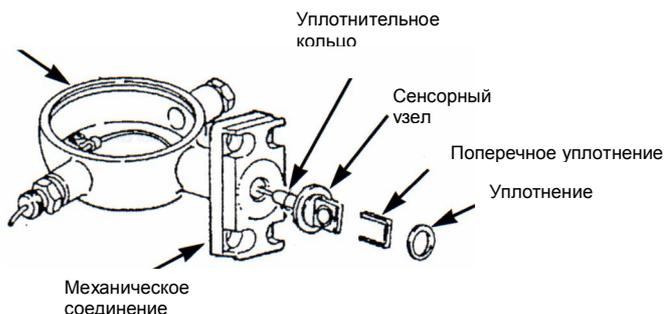

Рисунок 37. Конструкция сенсора / механический разъем / переходная коробка
- Осторожно протолкнуть провод сенсора через отверстие в соединительной муфте и плавно потянуть из переходной коробк настолько, чтобы сенсор коснулся фланца разъема. См. рисунок 37.